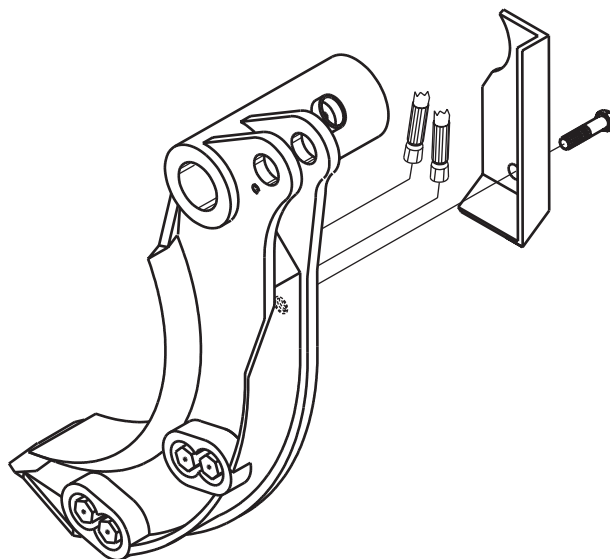

Рис. 1
1. Система цветовой маркировки в сучкорезном ноже (рис. 1)